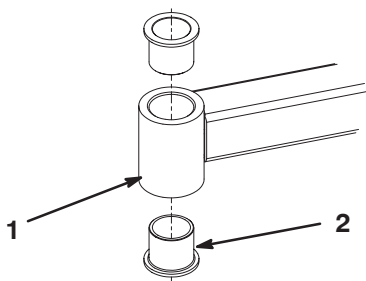

Bild 29
4. Stecken Sie einen Treiberdorn in die Ober- oder Unterseite des Befestigungsrohrs und treiben Sie die Büchse aus dem Rohr (Bild 29). Treiben Sie dann die andere Büchse aus dem Rohr heraus. Reinigen Sie die Innenseite der Rohre.